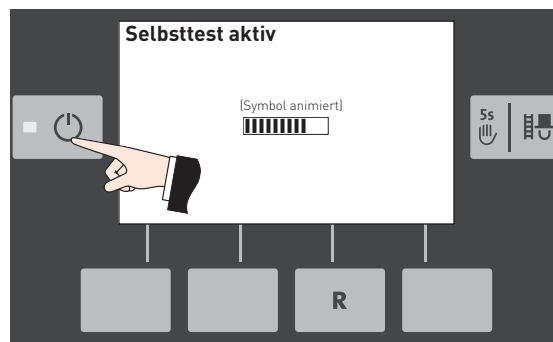

Fig. 6 Selbsttest
**Ein/Aus**-Taste drücken, Beleuchtung und Display werden eingeschaltet und der Selbsttest startet automatisch – Fig. 6.